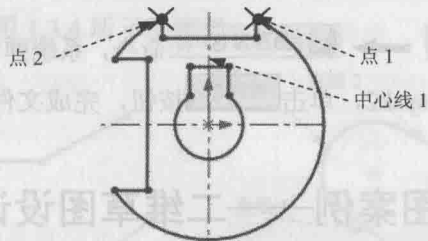

图 1.2.7 添加对称约束
Step6. 添加对称约束。添加点 1、点 2 与中心线 1 的对称约束；参照上个步骤添加其他对称约束，如图 1.2.7 所示。